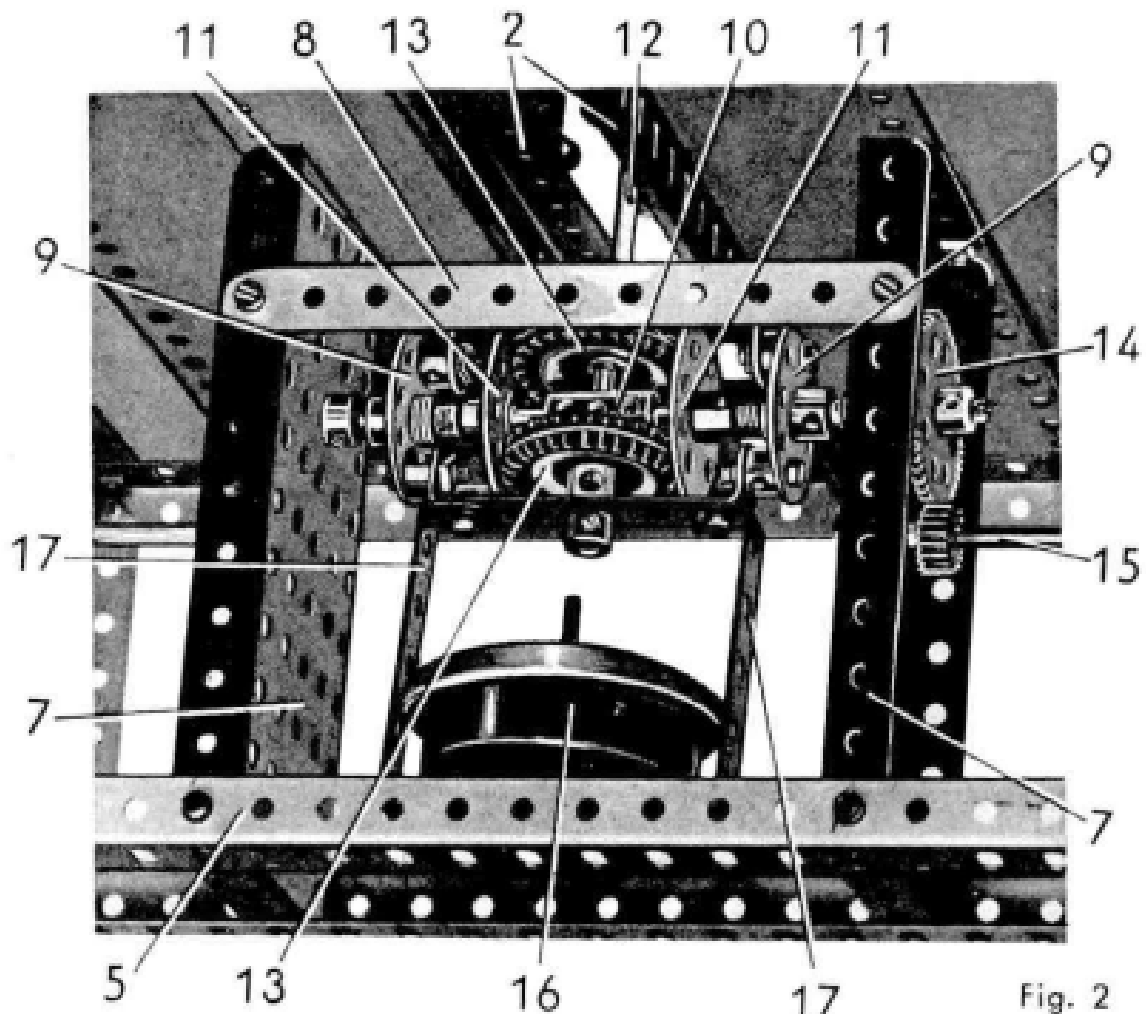

Fig. 2
De grands goussets d'assemblage sont fixés à la jonction des cornières (3) et (4) pour étayer l'ensemble. Deux cornières de 25 trous (5) sont tenues par des équerres entre les cornières (3), au centre de la base. Sur deux côtés opposés du modèle une cornière de 11 trous (6) est fixée verticalement entre la cornière (1) et la cornière (2). Deux plaques à rebords de 14×6 cm. (7) sont montées sur les cornières (5) et leurs bords supérieurs sont boulonnés sous le plancher du ring. Les deux plaques sont assemblées de chaque côté par une bande de 11 trous (8). Un différentiel (fig. 2) est construit entre deux roues barillettes (9) réunies par deux bandes coudées de 60×12 mm. Une bague d'arrêt est passée sur chaque boulon de 12 mm. assurant la fixation. Une tringle de 7,5 mm. tourne librement dans chaque roue barillette (9) et l'extrémité des tringles est engagée dans un accouplement (10). Chaque tringle porte, entre l'accouplement (10) et la roue barillette (9) une seconde roue barillette (11) qui, elle, est bloquée sur la tringle. Trois rondelles et un ressort de compression sont passés sur la tringle entre les roues barillettes (9) et (11).